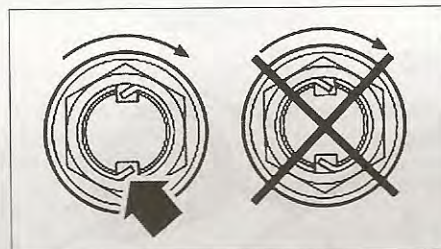

FIG. 3
- remachar las tuercas correctamente (fig. 3).